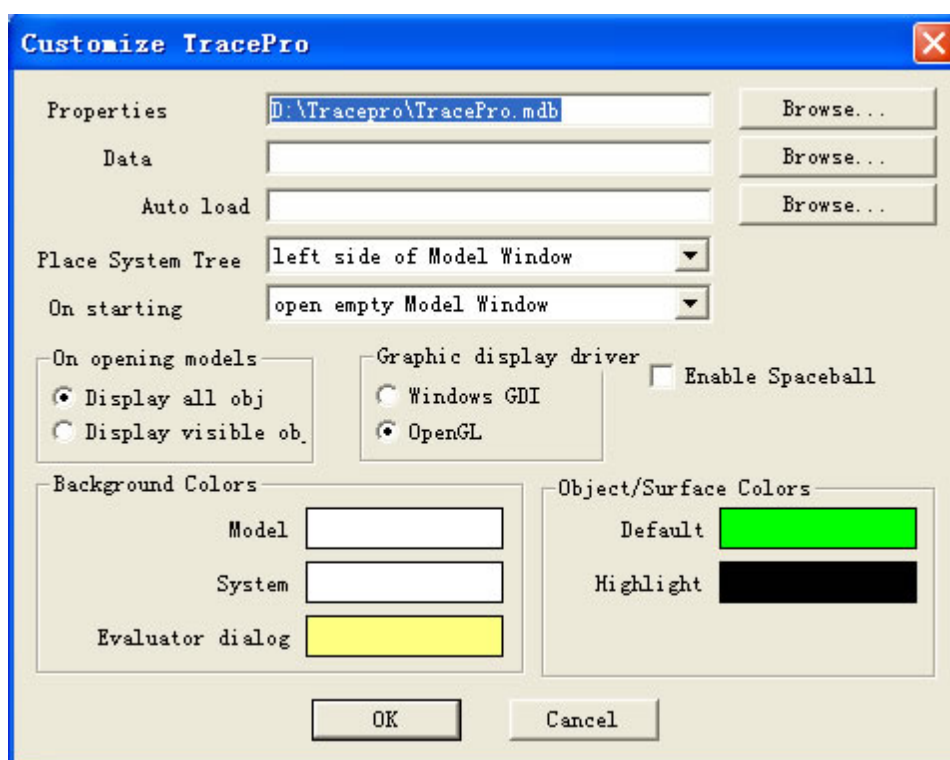

图 2.2.1
1. 进入定制工作对话框。选择下拉菜单区的 **View** → **Customize** 命令，即可进入设置对话框，如图 2.2.1 所示：